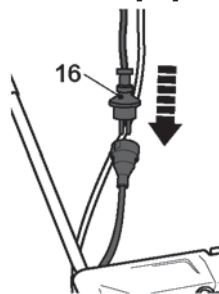

Fig.9
- > Branchez la fiche [16] à la prise de la rallonge (Fig.9,10).